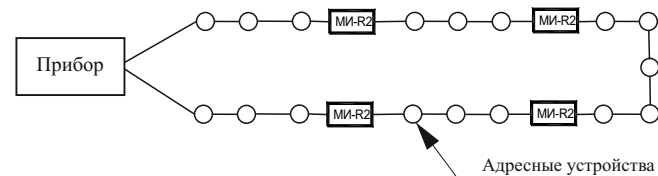

Рисунок 4
– разрывать кольцевую АЛС (рисунок 4) в двух местах установки изоляторов, ближайших к точке КЗ. Это локализует участок между изоляторами и оставляет работоспособными участки АЛС между выходами прибора и сработавшими изоляторами;